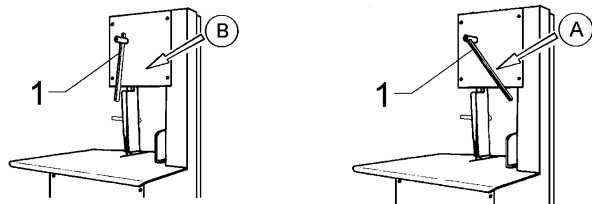

Fig. 7.6.1
7.6.1 Sägeblattspannung (Abb. 7.6.1)
Die Messerspannung erfolgt mechanisch im Inneren der Knochensäge durch Betätigung des Hebels „1“. Mit dem Hebel in Position A wie auf Abb.7.6.1 dargestellt, ist das Messer gespannt. Zum Losspannen genügt es den Hebel nach unten zu drehen (Position B).
- Das Messer wie durch Pfeil „A“ angegeben einspannen (Abb.7.6.1)
- Die Messerspannung erfolgt mechanisch im Inneren der Knochensäge durch Betätigung des Hebels „1“. Mit dem Hebel in Position A wie auf Abb.7.6.1 dargestellt, ist das Messer gespannt. Zum Losspannen genügt es den Hebel nach unten zu drehen Position B).